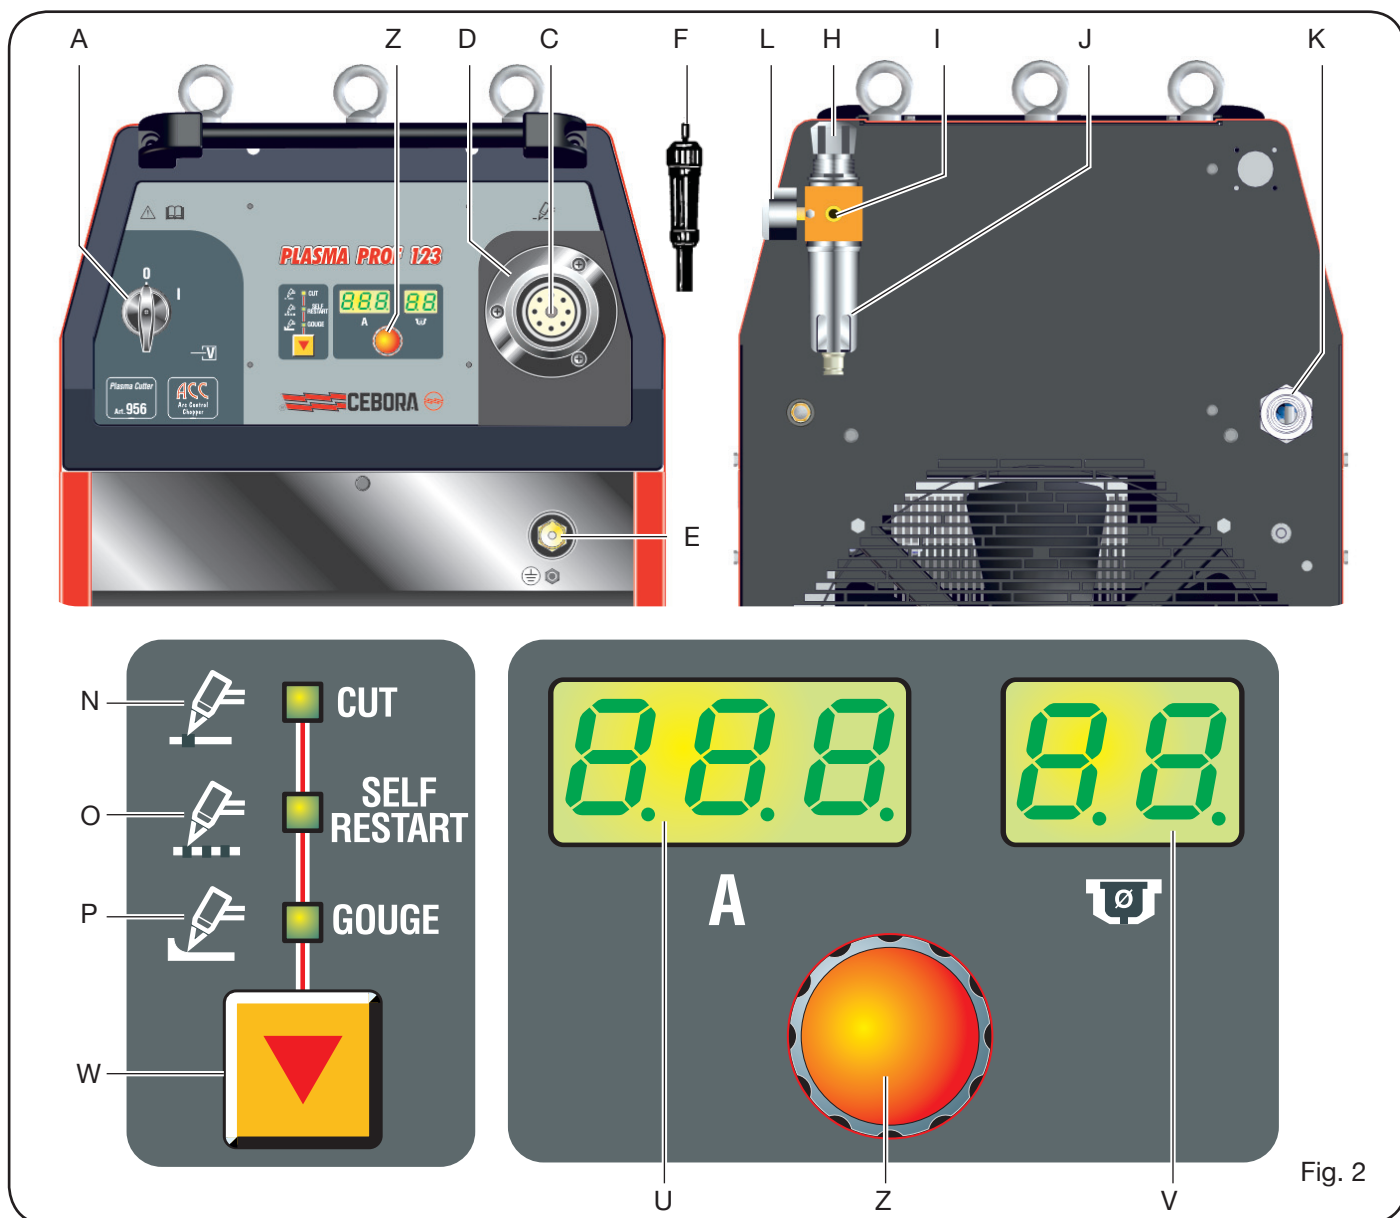

Fig. 2
2.2 DESCRIPTION DE LA MACHINE (fig. 2)
- b) En cas de raccordement avec fiche, il faut utiliser une fiche de capacité adéquate aux données de la plaquette. Dans ce cas la fiche doit être utilisée pour débrancher complètement la machine du réseau, après avoir positionné sur "O" l'interrupteur **A** (fig. 2).